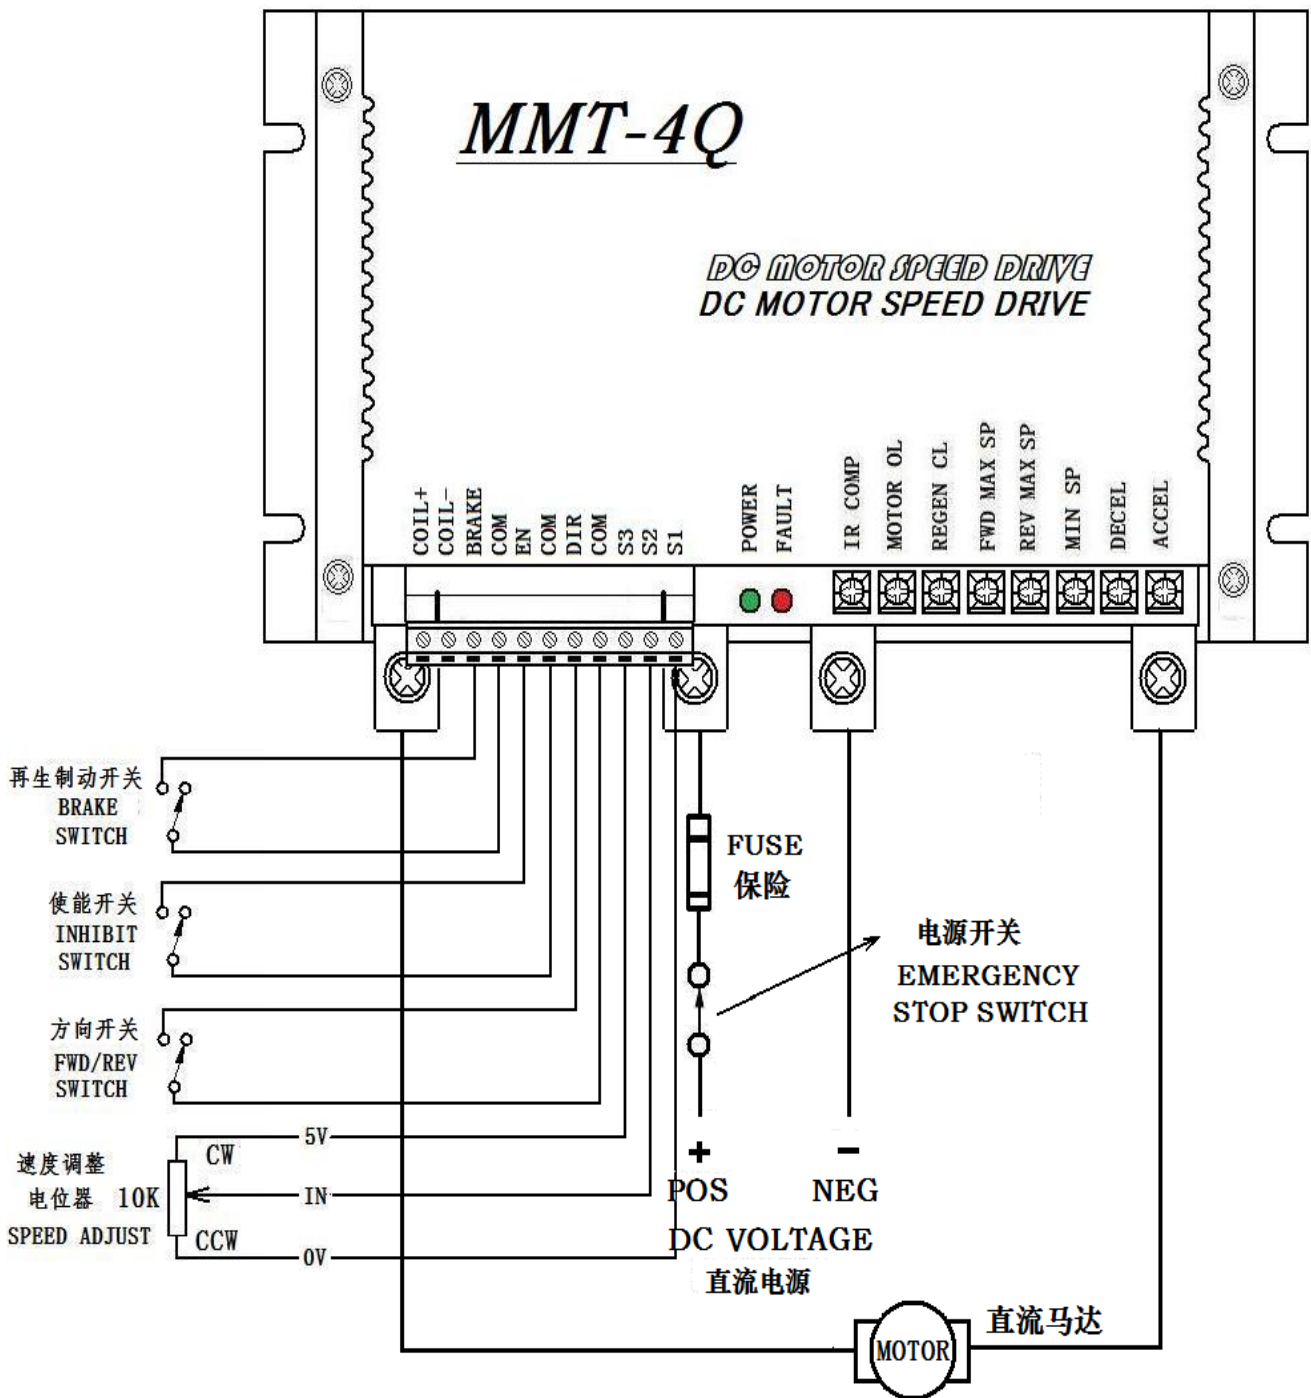

图2
六、驱动器接线端子功能示意图：见图 2
- C、 把外部速度给定电位器调至最大(即图 2 “**S1 S2 S3**”相连接的电位器),